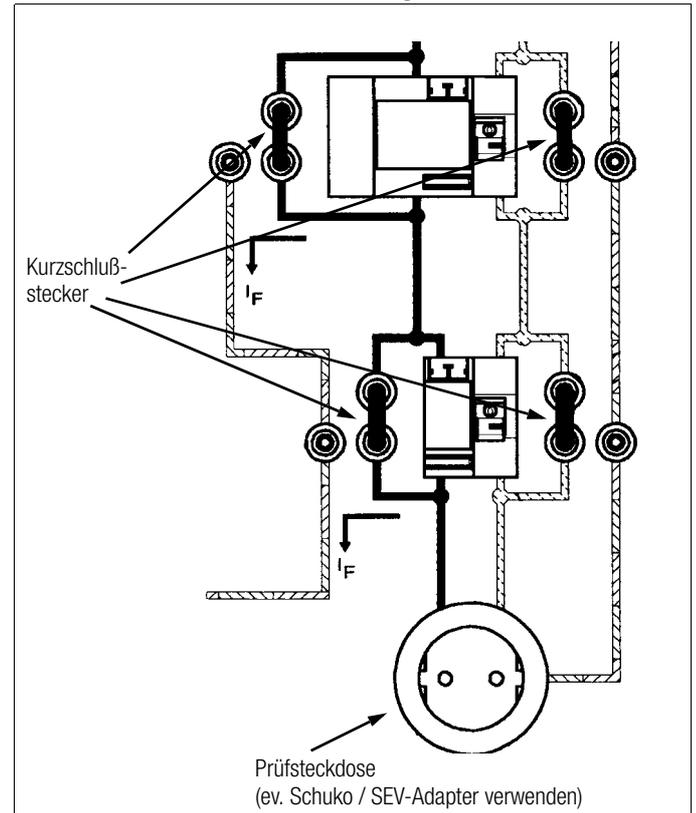

Bild 6.2-1
- ⇨ Schalten Sie beide FI-Schalter aus und überbrücken Sie diese mit den Kurzschlußsteckern, siehe Bild 6.2-1.